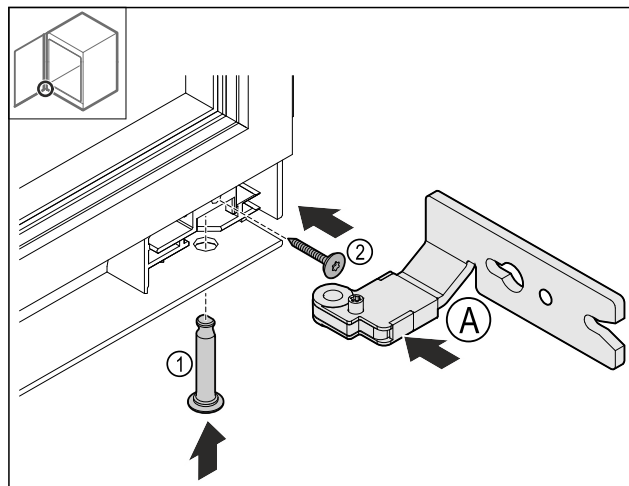

Fig. 27
- ▶ Az alsó zsanért Fig. 27 (A) helyezze be.
- ▶ Dugja be a csapot Fig. 27 (1) és tartsa szorosan.
- ▶ A csavart Fig. 27 (2) húzza meg szorosan.